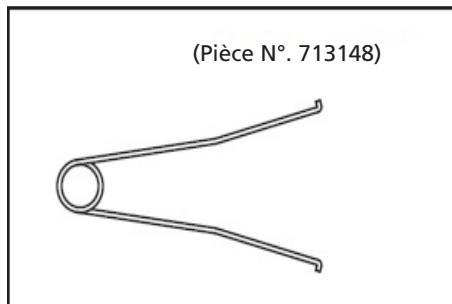

Figure 33
- Retirer le fourreau à l'aide de l'extracteur de fourreau (outil spécial, numéro de pièce 713148), (voir les Figures 33, 34-A ou 34-B).